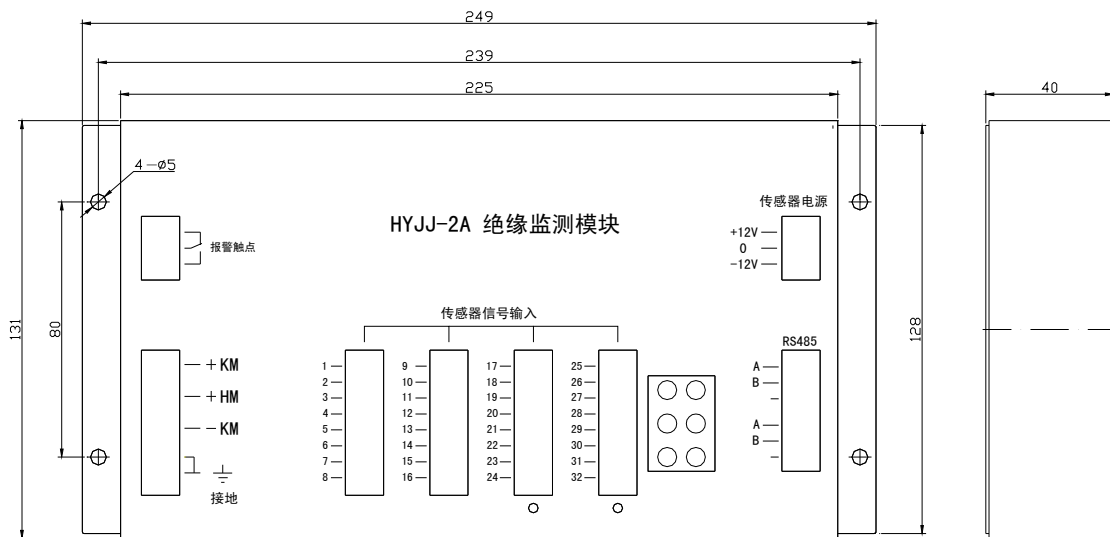

图 2 HYJJ-2A 外形图
5.3. 如果检测的回路分为控制母线和合闸母线, 路数分别为 M 和 N。首先应分别将控制母线电压和合闸母线电压接入相应的端子处。传感器的接线顺序为从 1 号输入端开始, 先接控制母线回路, 接完 M 路后, 紧跟着后面开始接合闸回路, 一直接完 N 路为止。这时, 将控母的支路数设为 M, 将合母的支路数设为 N 即可 (见图 2)。